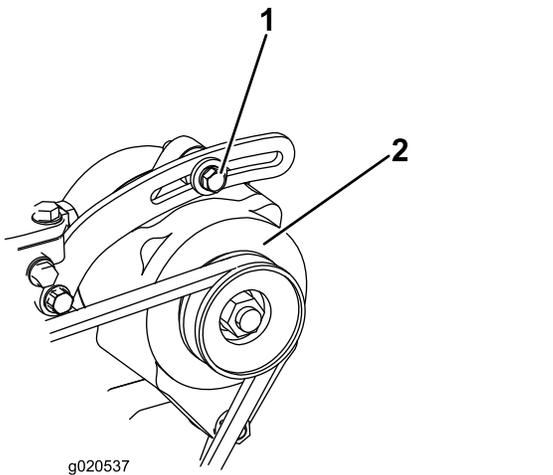

Рисунок 81
1. Ослабьте болты крепления генератора (Рисунок 81).